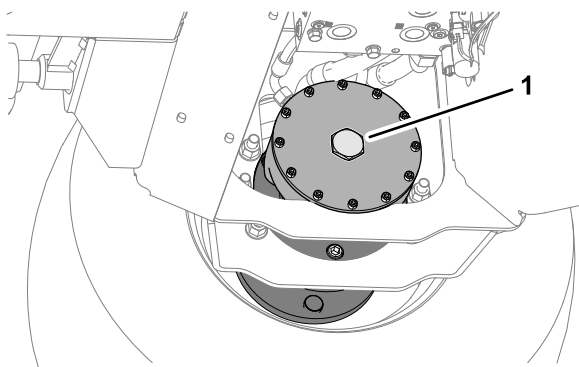

Figura 38
- Montate il tappo esagonale sulla piastra terminale del motore (Figura 38).
- Riponete i 2 bulloni 12 x 40 mm e le 2 rondelle da 12 mm che si trovano nelle guide di sostegno della pedana (Figura 38).